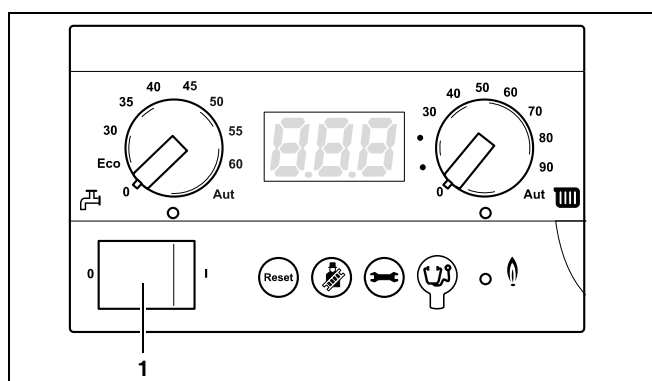

Fig. 22 Contrôleur de base BC10
- Arrêter l'installation de chauffage à l'aide de l'interrupteur principal du BC10 (fig. 22, **pos. 1**).
- Arrêter l'installation de chauffage à l'aide de l'interrupteur principal du BC10 (fig. 22).
- Laisser l'interrupteur principal du BC10 (fig. 22) en position "1".